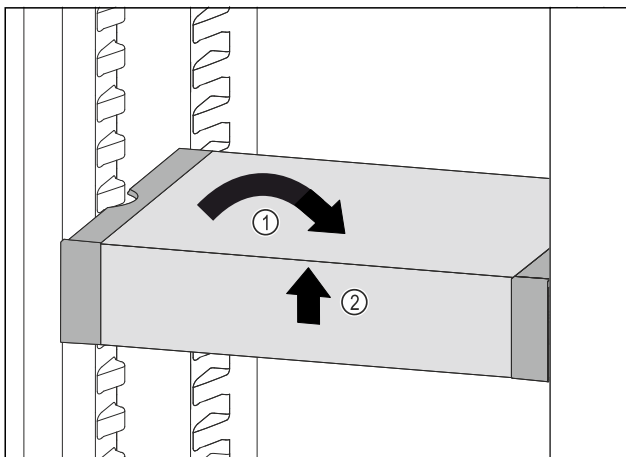

Fig. 134
- VarioSafe recht zetten. Fig. 134 (1)
- VarioSafe aan voorkant optillen. Fig. 134 (2)